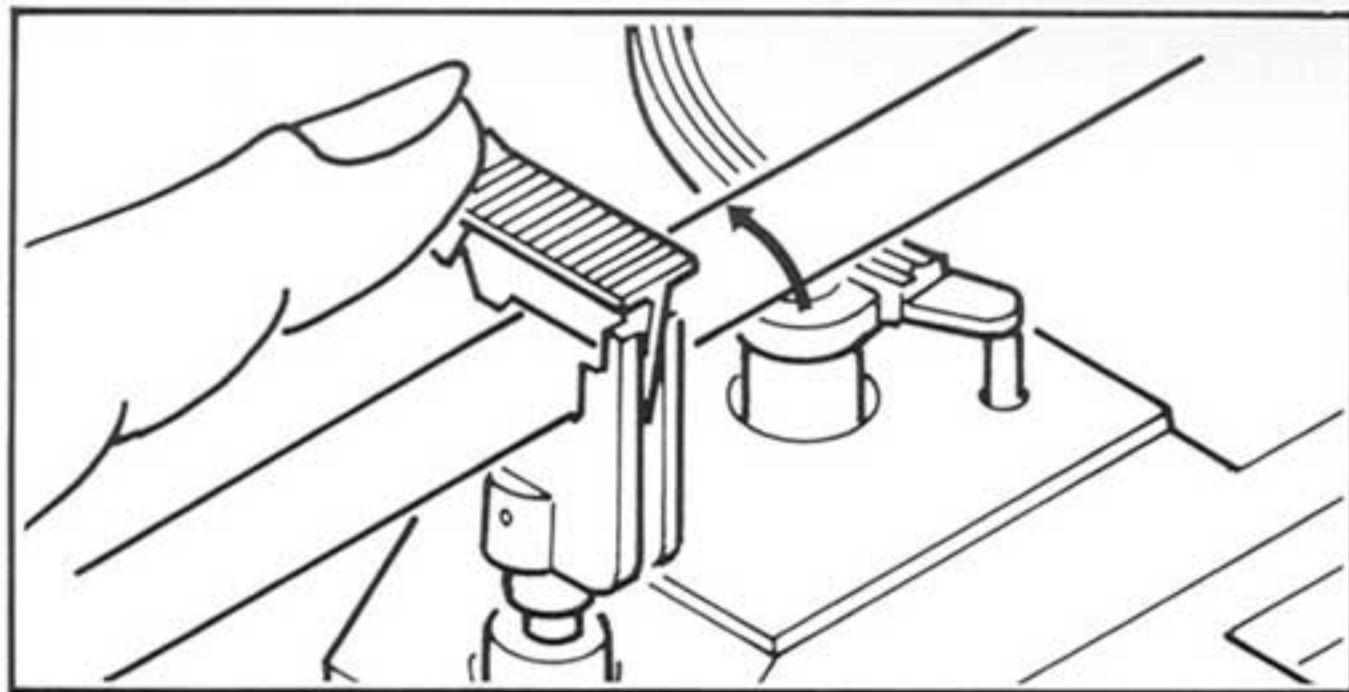

Fig. 8 Abb. 8
#### 5. Tonearm height adjustment (Figs. 8, 9, 10)
2. Clamp the tonearm. (Fig. 8)
#### 5. Tonarm-Höheneinstellung (Abb. 8, 9, 10)
2. Klemmen Sie den Tonarm fest. (Abb. 8)
#### 5. Réglage de la hauteur du bras de lecture (Figs. 8, 9, 10)
2. Verrouiller le bras de lecture (Fig. 8).